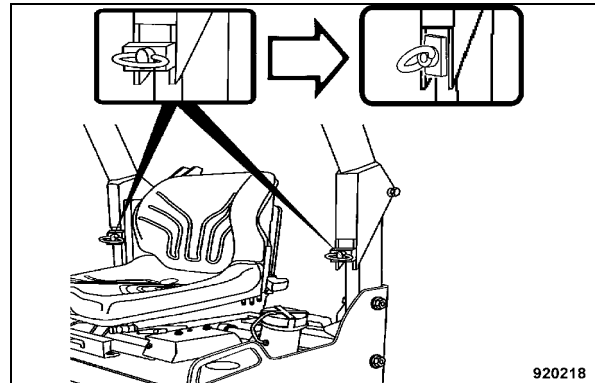

Fig. 111
- Rabattre l'arceau de sécurité ROPS2 pour le transport. Dévisser les anneaux de levage (Fig. 111) et positionner les tôles de blocage en position verticale.